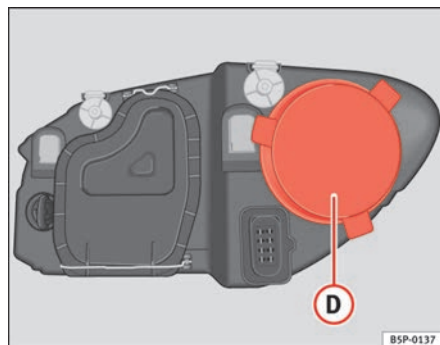

Fig. 188 Luci di posizione
- Rimuovere la copertura ⇒ fig. 188 ① tirandola.